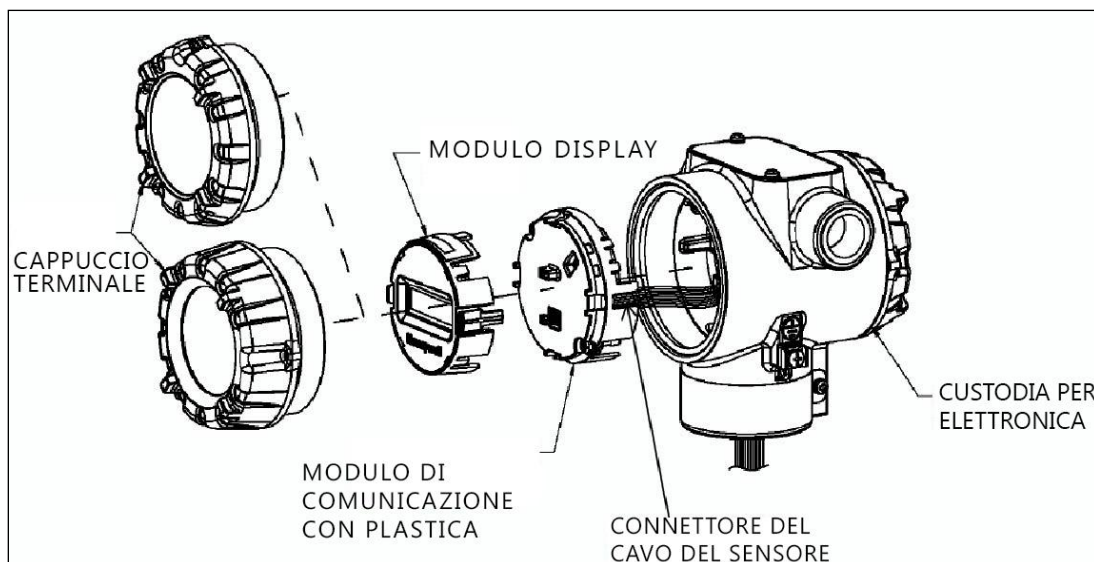

Figura 22 - Smontaggio per la sostituzione del corpo del misuratore
4. Vedere la Figura 22. Allentare il blocco del cappuccio terminale, svitare il cappuccio terminale dal lato dell'elettronica della custodia del trasmettitore.